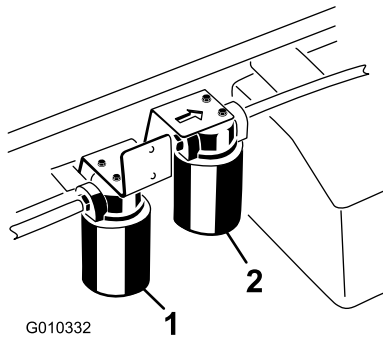

Bild 73
3. Stellen Sie eine Auffangwanne unter den Filter und entfernen den Filter (**Bild 73**).
1. Reinigen Sie den Anbaubereich des Hochflussfilters (**Bild 73**).